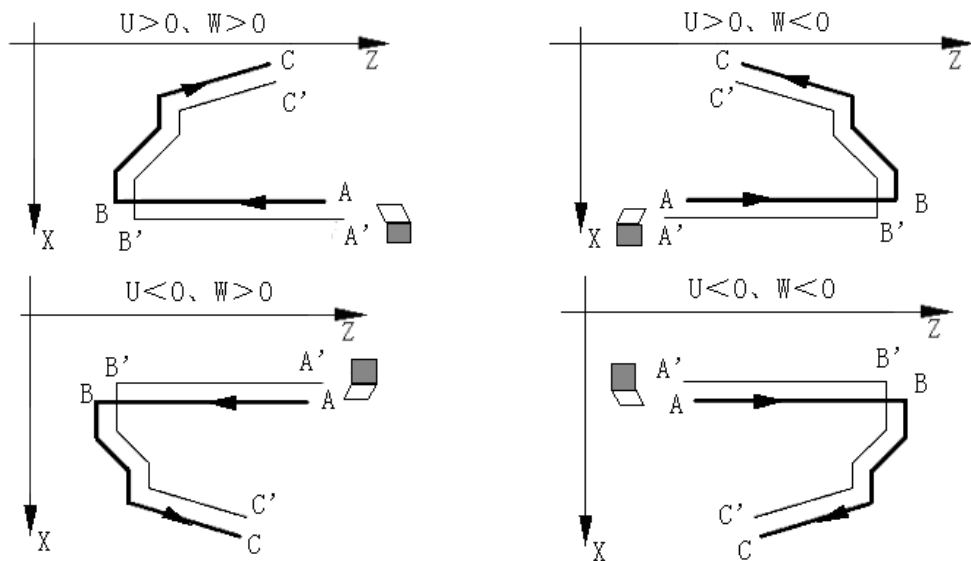

图 4-16-7
- 2) 留粗车余量时坐标偏移方向：指令①的 U、W 反应了精车时坐标偏移和切入方向，按 U、W 的符号有四种不同组合，见图 4-16-7，图中：B→C 为精车轨迹，B'→C' 为粗车轮廓，A 为起刀点。